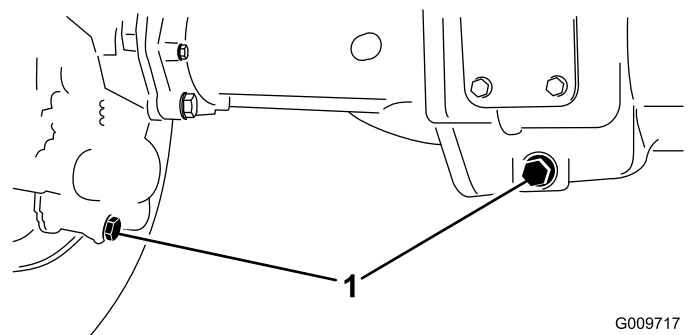

Figura 112
2. Pulite attorno ai 3 tappi di spurgo, 1 per lato ed 1 in centro (Figura 112).